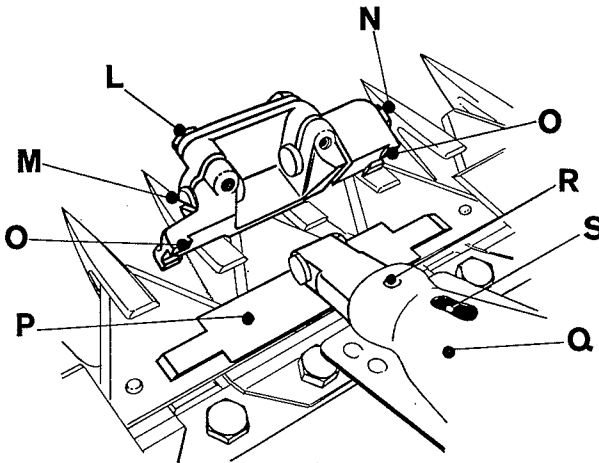

Fig. 7
**Aufsetzen und Einstellen des Messerkopfes (Fig. 7)**
**Montage et réglage de la tête de lame (fig. 7)**
**Montaggio e regolazione della testa di lama (fig. 7)**
Das neue Messer wird in den Balken eingeführt, der Messerkopf gereinigt und aufgesetzt. Bei dieser Gelegenheit schmiert man mit der Fettpresse das Schwingblechlager und den Messerkopf an den 2 Schmierstellen R und S vorn am Schwinger (Fig. 7).
ciseau! Introduire la nouvelle lame dans la barre et fixer la tête de lame, après avoir bien nettoyé les griffes en queue d'aigle. A cette occasion, graisser au moyen de la pompe à graisse la tôle oscillante et la tête de lame par les 2 orifices de graissage à l'avant de l'oscillateur (fig. 7).
mente dalla barra. Mai spingere la lama alla piastrina d'attacco. Infilata la nuova lama nella barra, si applica la testa lama ripulita. In questa occasione ingrassare con la pompetta il cuscinetto della lamiera oscillante e la testa lama nei due punti d'ingrassaggio R e S anteriormente all'oscillatore (fig. 7).